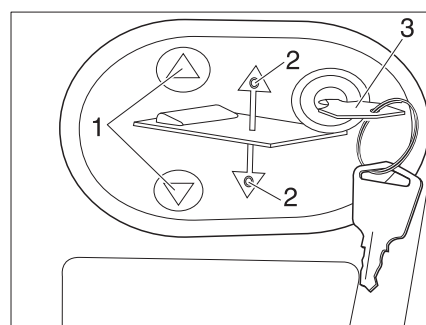

Fig. 163 Pannello di comando del letto basculante elettrico
- Inserire la chiave (Fig. 163,3) nel pannello di comando.
- Premere e tenere premuto il tasto ▼ o ▲ (Fig. 163,1). Il rispettivo LED (Fig. 163,2) si accende e il letto basculante si abbassa o si solleva.
- Al raggiungimento della posizione desiderata rilasciare il tasto ▼ o ▲ (Fig. 163,1). Il rispettivo LED (Fig. 163,2) si spegne.
- Estrarre la chiave (Fig. 163,3).